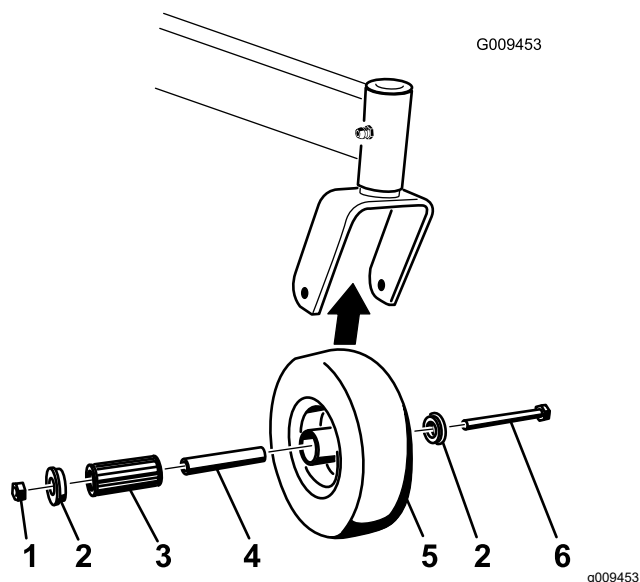

Figure 61
1. Enlevez le contre-écrou et le boulon de fixation de la roue pivotante à la chape (Figure 61).
2. Enlevez une bague, puis sortez la douille pour clé et le roulement à rouleaux du moyeu de roue (Figure 61).
3. Enlevez l'autre bague du moyeu, puis nettoyez la graisse et les saletés éventuellement présents dans le moyeu (Figure 61).
- Remarque:** Remplacez les pièces endommagées ou usées (Figure 61).
5. Placez une bague dans le moyeu de roue (Figure 61).
6. Lubrifiez le roulement à rouleaux et la douille pour clé, et insérez-les dans le moyeu (Figure 61).
7. Mettez la deuxième bague dans le moyeu (Figure 61).
8. Montez la roue pivotante dans la fourche à l'aide du boulon et du contre-écrou (Figure 61).
9. Serrez le contre-écrou jusqu'à ce que la base de la douille pour clé soit en appui contre l'intérieur de la chape (Figure 61).